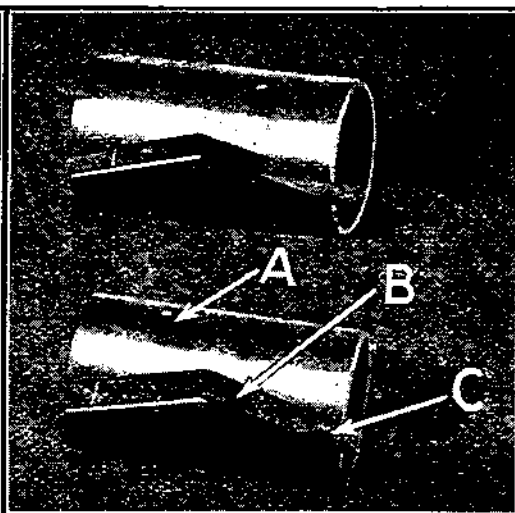

Fig. 355
**636** — Les fourreaux des roulements à rouleaux se font pour « côté droit » et « côté gauche ». S'assurer que le trou de graissage du fourreau (voir A, fig. 355), est au-dessus de l'encoche B avec l'ergot d'arrêt C tourné vers l'extrémité extérieure du fourreau.